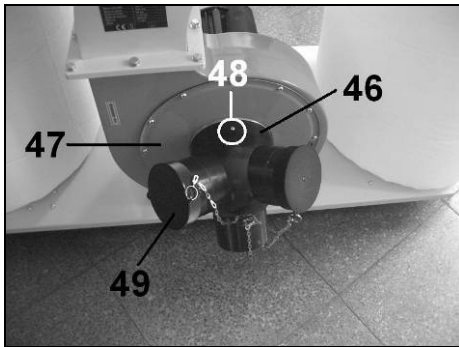

Fig 21
- Emmanchez le connecteur (46) sur l'entrée du ventilateur (47) et fixez-le avec la vis cruciforme (48) (Fig 21).
- Emmanchez les bouchons obturateurs (49) sur deux des trois entrées du connecteur (46).